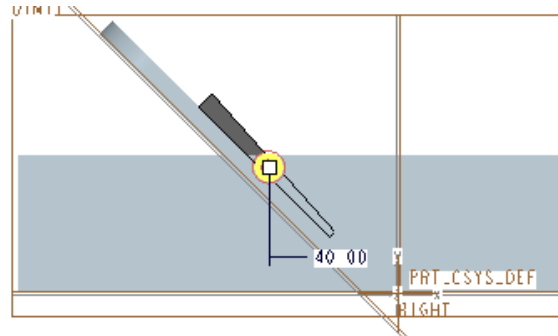

図 4-49 中心より両側 40mm
- ・ スケッチ「終了」して、「押し出し」ツールを選択すると、図 4-49 に示す押し出しモードになる。